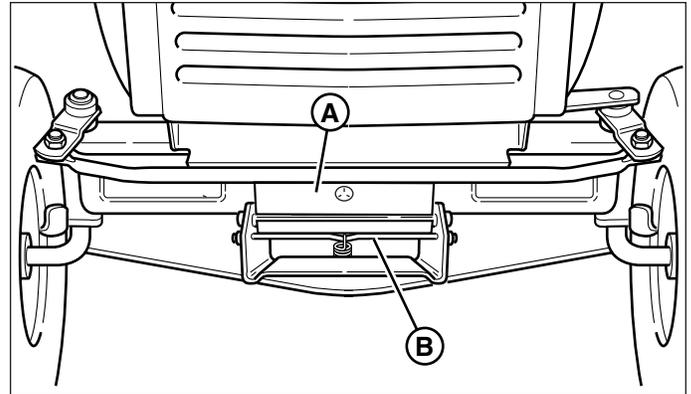

Figure 4. Attelage avant
5. Décrocher l'attelage avant en tirant sur la tige de déverrouillage (A, figure 4) et en soulevant l'attelage de la tondeuse pour le libérer de celui du tracteur. Sortir la tondeuse du dessous du tracteur, par le côté droit.